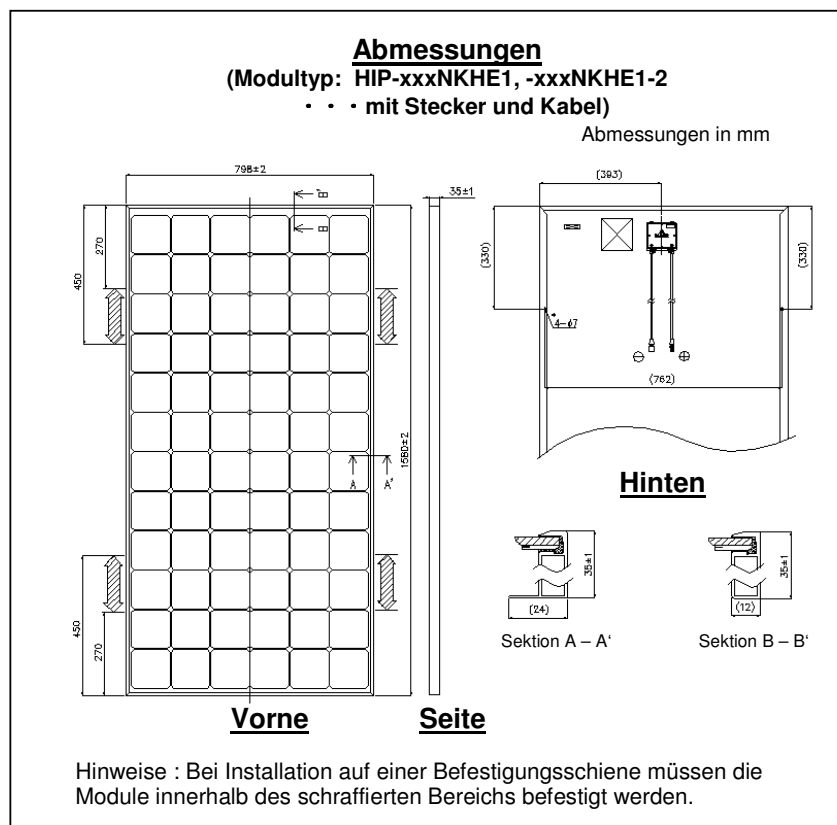

Abb. 2: Abmessungen
- Die Module sollten an vier (4) oder mehr Stellen befestigt werden, wie in der Abbildung 2 gezeigt.